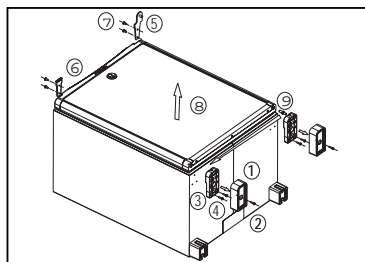

Figure 7.
9. Inversione del senso di apertura della porta (fig. 7.)